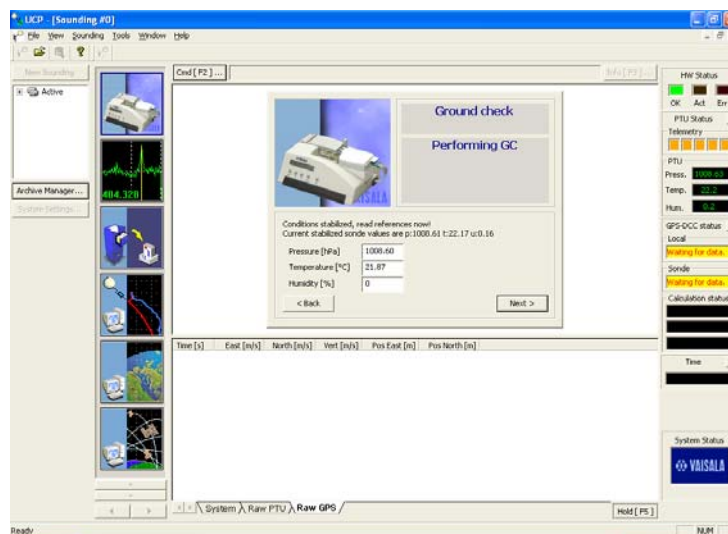

图 10
34. 等到看见下一个屏幕（图 10）。中间视窗中的压力、温度和湿度为空白。执行以下步骤：